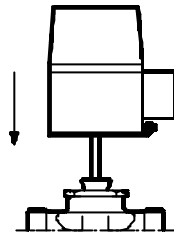

Fig. 1
- plaats de servomotor op het klep lichaam in de gewenste richting zoals op fig. 1